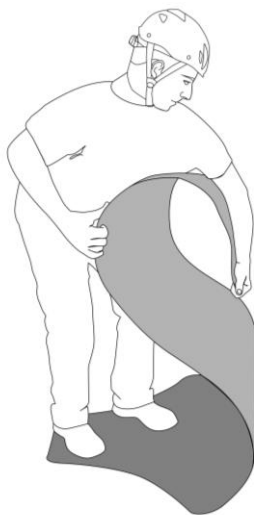

Fig. 8
- a) Togliere la barella dalla sacca di trasporto (Q) e rimuovere la fettuccia con cricchetto (P),
- b) distendere il piano d’appoggio (A) e renderlo piano riavvolgendo al contrario le estremità e piegando la parte centrale (fig. 8),